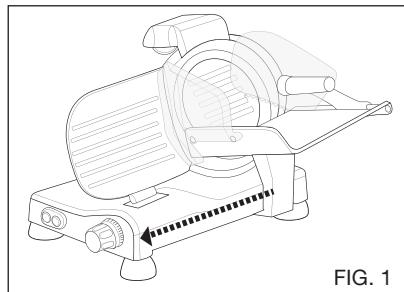

FIG. 1
- Afloje la perilla de bloqueo del conjunto afilador (13) (Fig. 1).
- Cerciórese de que la perilla de ajuste de espesor está en la posición “0” (Fig. 1).**